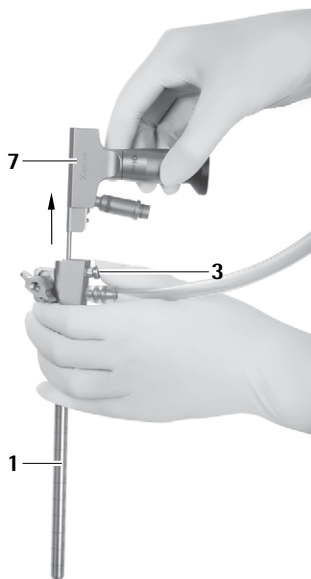

Рис. 11
- ▶ Нажать деблокирующую кнопку 3 и извлечь эндоскоп 5 из троакара MINOP InVent 1, см. Рис. 11.